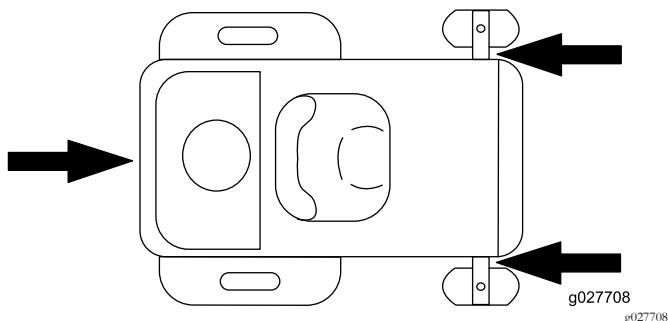

Figura 26
5. Amarre la máquina junto a las ruedas giratorias delanteras y el guardabarros trasero (Figura 26).